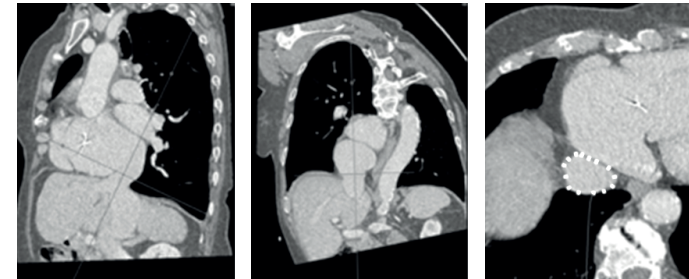

Abbildung 9: Ausrichtung der Ebenen
1. Der Mittelpunkt der Schnittlinie wird auf den Messpunkt gesetzt. Dies wird jeweils für die 3 Ebenen, die im 3D MPR-Bildschirm angezeigt werden, wiederholt (Abbildung 9)